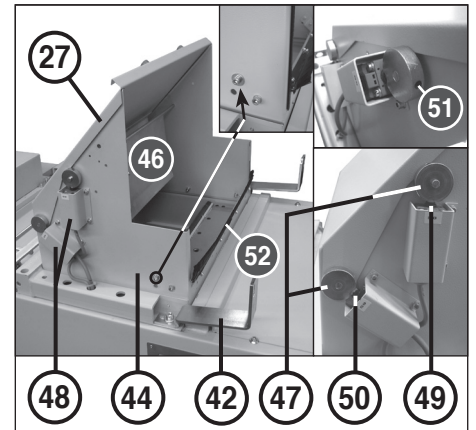

fig. 5
MONTAGE DE L'ENTONNOIR (44) (fig. 5):
1. Détacher la sécurité de transport (lien) située sur le volet d'éjection (31) et faire pivoter le volet vers le bas.
2. Tirer l'entonnoir (44) hors du compartiment de compression, comme indiqué, le placer au-dessus de l'ouverture de remplissage et le fixer à la presse depuis l'intérieur à l'aide des 7 vis à six pans creux M6x12.
3. Faire pivoter la bande balai (52) située sur l'entonnoir (44) vers le haut jusqu'à ce que le balai soit incliné en direction du compartiment de compression. Fixer la bande balai dans cette position sur l'entonnoir à l'aide des deux vis à six pans creux M6x16 et les rondelles fournies (utiliser le trou de perçage supérieur pour la fixation).
4. Démontez les deux caches de contacteur (48). Fixer l'interrupteur de fin de course S8 (49) à l'aide de 2 vis M4x40 et écrous M4 sous la came de contacteur du volet de commande (47). Détacher la tige filetée (51) (clé Allen 2,5 mm), tourner la came en position et serrer à nouveau la tige filetée à fond.
- 44 = Entonnoir (fig. 5)
- 46 = Volet de commande (fig. 5)
- 47 = Came de contacteur (fig. 5)
- 48 = Cache de contacteur (fig. 5)
- 49 = Interrupteur de fin de course S8 (fig. 5)
- 50 = Interrupteur de fin de course S9 (fig. 5)
- 51 = Tige filetée (fig. 5)
- 52 = Bande balai (fig. 5)